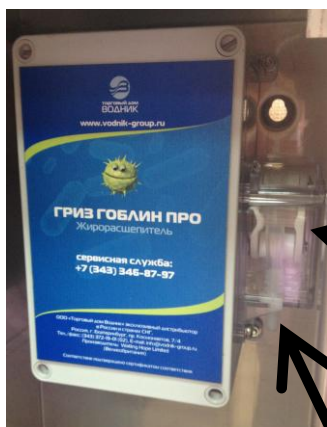

Рис.5
3.2.10. Второй конец ПВХ трубки подсоедините к входящему патрубку (слева) насоса системы (см. рис.5). На насосе стрелками показаны впускное и выпускное отверстие.
3.2.12. Один конец ПВХ трубки подсоедините к выходящему (справа) патрубку насоса системы (см. рис.5).